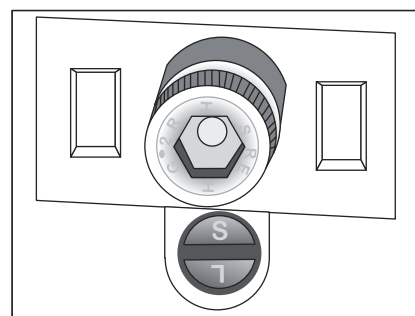

Figure 5
- b. Si vous utilisez des agrafes de 16 mm (5/8 po) orientez la lettre S vers le haut. (Voir Figure 5)